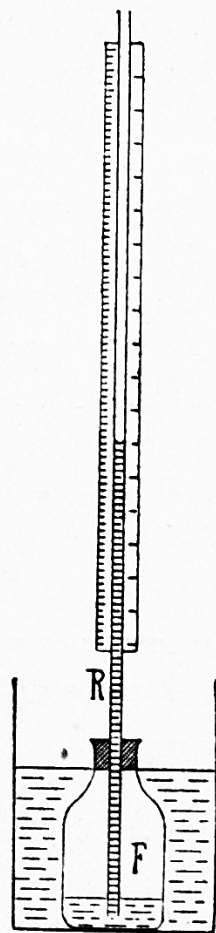

Abb. 62. Wasserbarometer.
9. Verschließe die zum Teil mit gefärbtem Wasser gefüllte Flasche F (Abb. 62) mit einem Gummistopfen, der mit Rizinusöl eingefettet worden ist und durch dessen Bohrung die lange Gasröhre R geht! Blase oben in das Rohr! Nach dem Freigeben der oberen Rohröffnung steigt das gefärbte Wasser in der Glasröhre R in die Höhe. Befestige einen mit einer Zentimeterteilung versehenen Kartonstreifen mittels Blumen drahtes an der Röhre! Setze die Flasche, um jeden Wärmeeinfluß fernzuhalten, in das Wasser enthaltende Glas G! Merke den Stand des Wassers in der Röhre und begib dich mit der Vorrichtung in den Keller! Das Wasser in der Röhre sinkt, denn der stärkere Luftdruck im Keller drückt die in der Flasche F enthaltene Luft etwas zusammen. Kehre damit ins Schulzimmer zurück! Die Flüssigkeit in der Röhre nimmt den ursprünglichen Stand ein. Geh mit der Vorrichtung auf